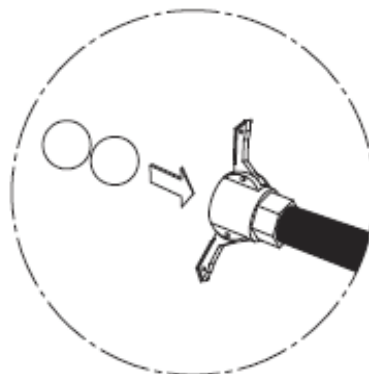

FIG.10
- Introduzca dos esponjas de lavado en la manguera aún llena de material y conecte nuevamente la manguera al colector (fig. 10).